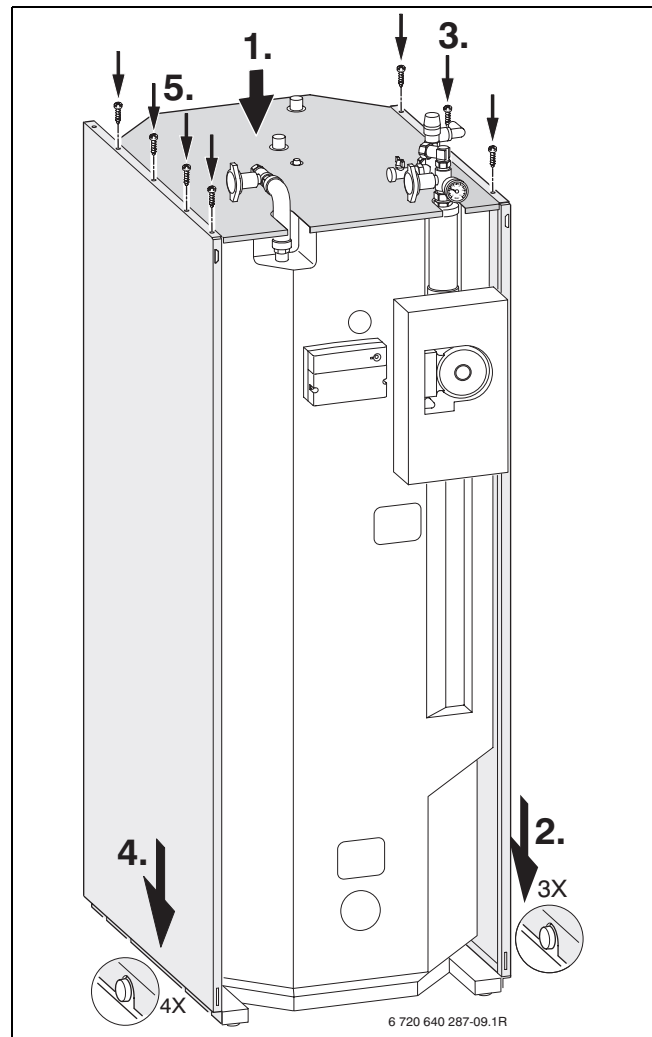

Fig. 9 Ejemplo: montaje de las piezas laterales si el acumulador está **colocado a la izquierda**.
- ▶ Si el acumulador está **colocado a la izquierda**, monte las piezas laterales como se muestra en la fig. 9.